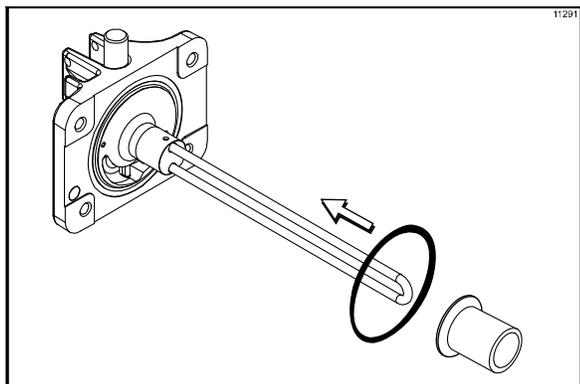

図138
13. ドア裏側にある溝にガスケットを取り付けます。フロントベアリングをパッフルロッドに通し、フランジのある先端部がドアに当たるようにします。ガスケットやベアリングにはループを塗らないでください。(図138を参照)。